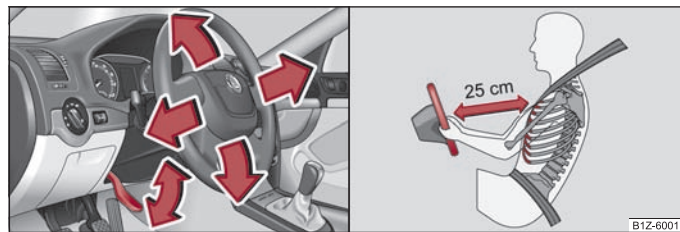

Fig. 3 Volante regolabile: Leva sul piantone sterzo / distanza corretta del conducente dal volante
- Abbassare la leva sotto al piantone sterzo ⇒ fig. 3 - lato sinistro.
- Regolare il volante in modo tale che la distanza tra il volante e lo sterno sia di almeno 25 cm ⇒ fig. 3 lato destro. Se non si rispetta questa distanza minima, il sistema airbag non può proteggere - pericolo di morte!